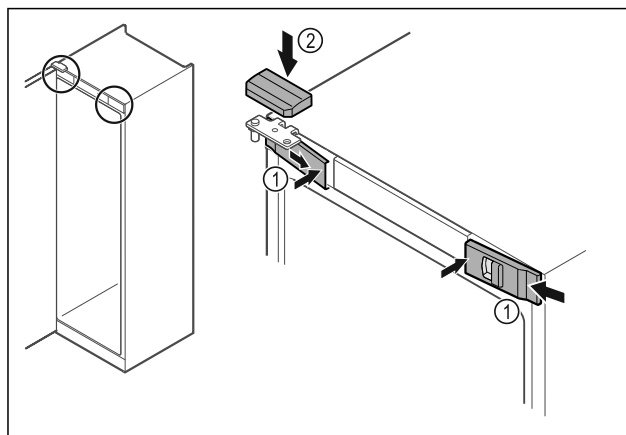

Fig. 43
- ▶ Зацепите скобу и защелкните передние крышки Fig. 43 (1) с внутренней стороны.
- ▶ Защелкните верхнюю крышку Fig. 43 (2) сверху.